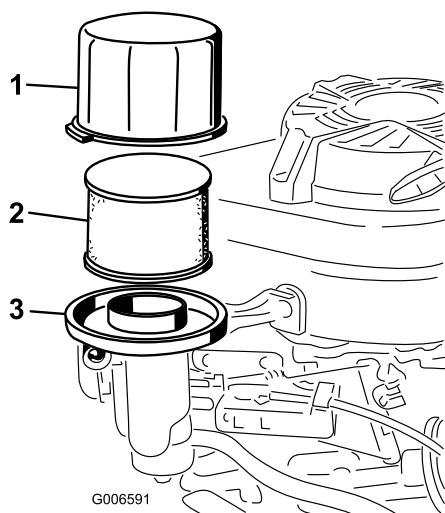

Figura 24
3. Retire la tapa y límpiela a fondo (Figura 24).
4. Retire e inspeccione el filtro de aire de papel (Figura 24), y deséchelo si está excesivamente sucio.
5. Retire el pre-limpiador de gomaespuma y lávelo con un detergente suave y agua, luego séquelo apretando suavemente con un paño (Figura 24).